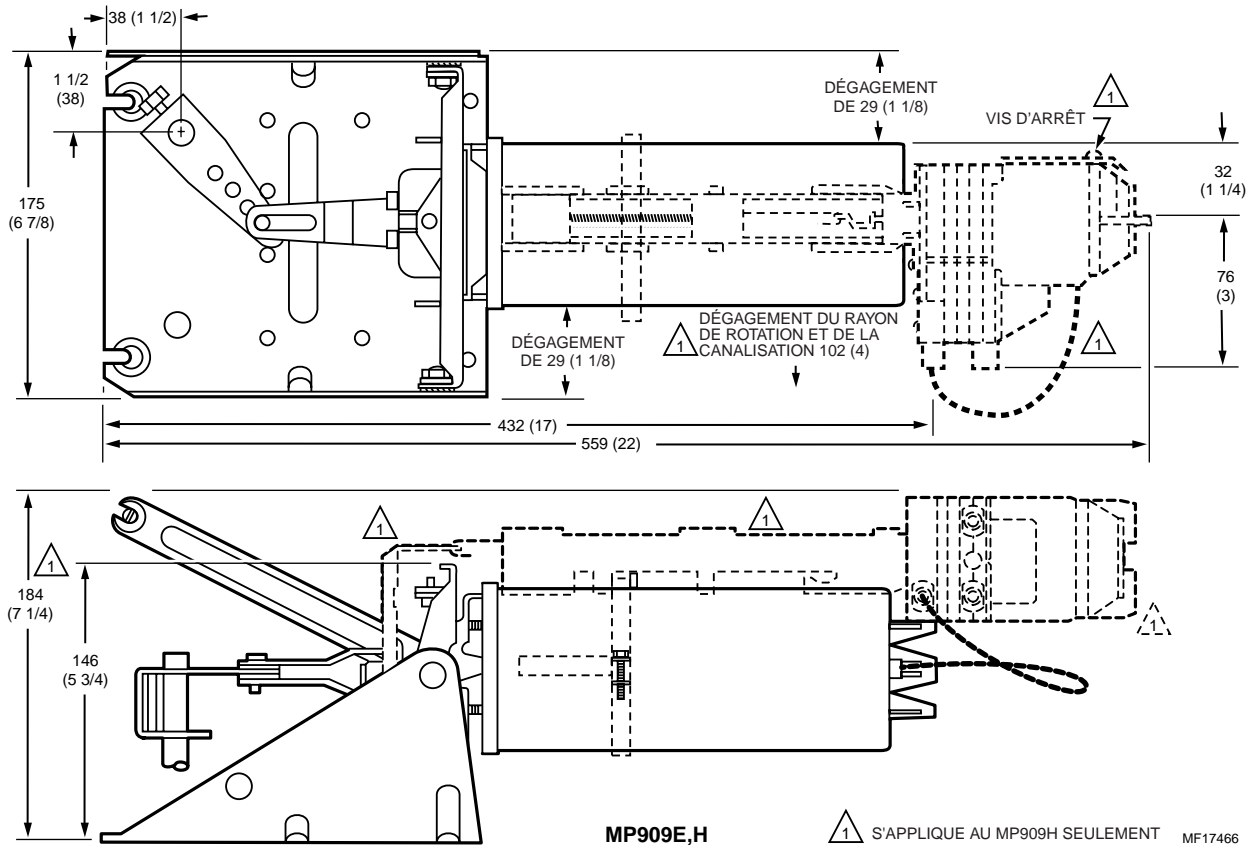

Fig. 7. Encombrement pour le montage externe en mm (po) avec support à tourillon.
1. Voir la Fig. 7 pour obtenir l'encombrement.